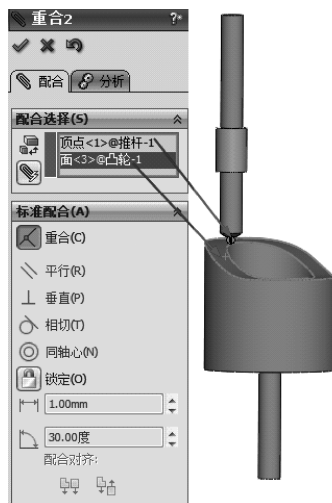

图 13-11 重合配合
6) 激活【标准配合】选项下的 (重合) 按钮,在 (要配合的实体) 文本框中,选择如图 13-11 所示的面,其他保持默认,单击,完成重合配合。